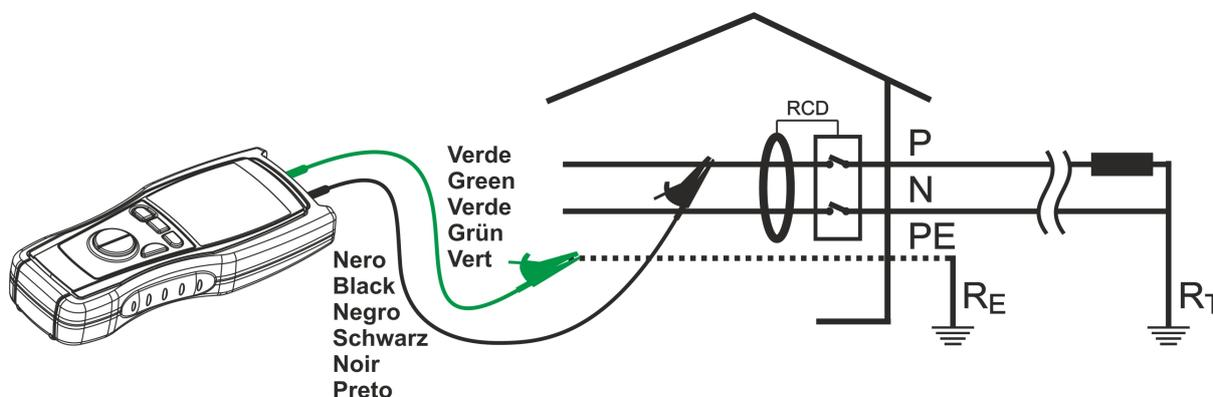

Fig. 12 : Connexion des bornes de l'instrument dans l'essai RCD
6. Connecter la borne verte de l'instrument au conducteur de protection (terre) et le conducteur noir au câble de phase en aval du différentiel à tester (voir Fig. 12).
6. Insérer le câble shuko dans une prise de courant en aval du différentiel à tester (voir Fig. 12).
6. Insérer le câble shuko dans une prise de courant en aval du différentiel à tester (voir Fig. 12)